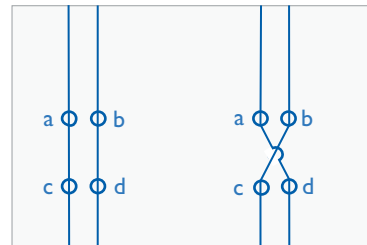

Figura 3. Conmutador de cruce
- Cuatro bornas: "a", "b", "c" y "d" (ver figura 3).